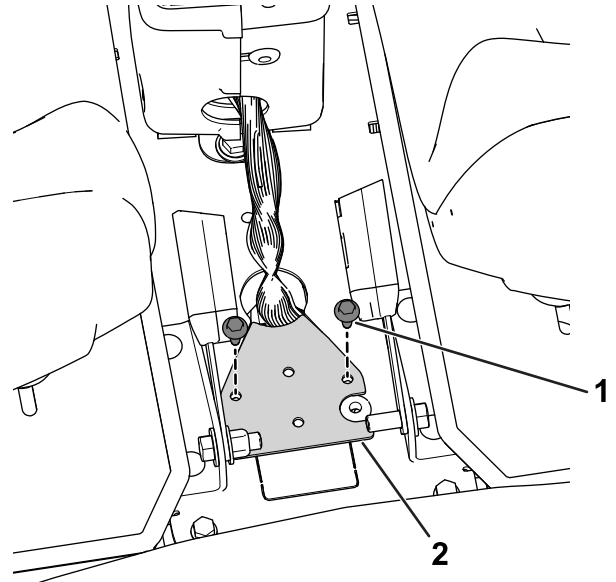

Рисунок 29
1. Отсоедините основание жгута проводки от пульта, ослабив и вывернув болты с основания жгута проводки (Рисунок 29).